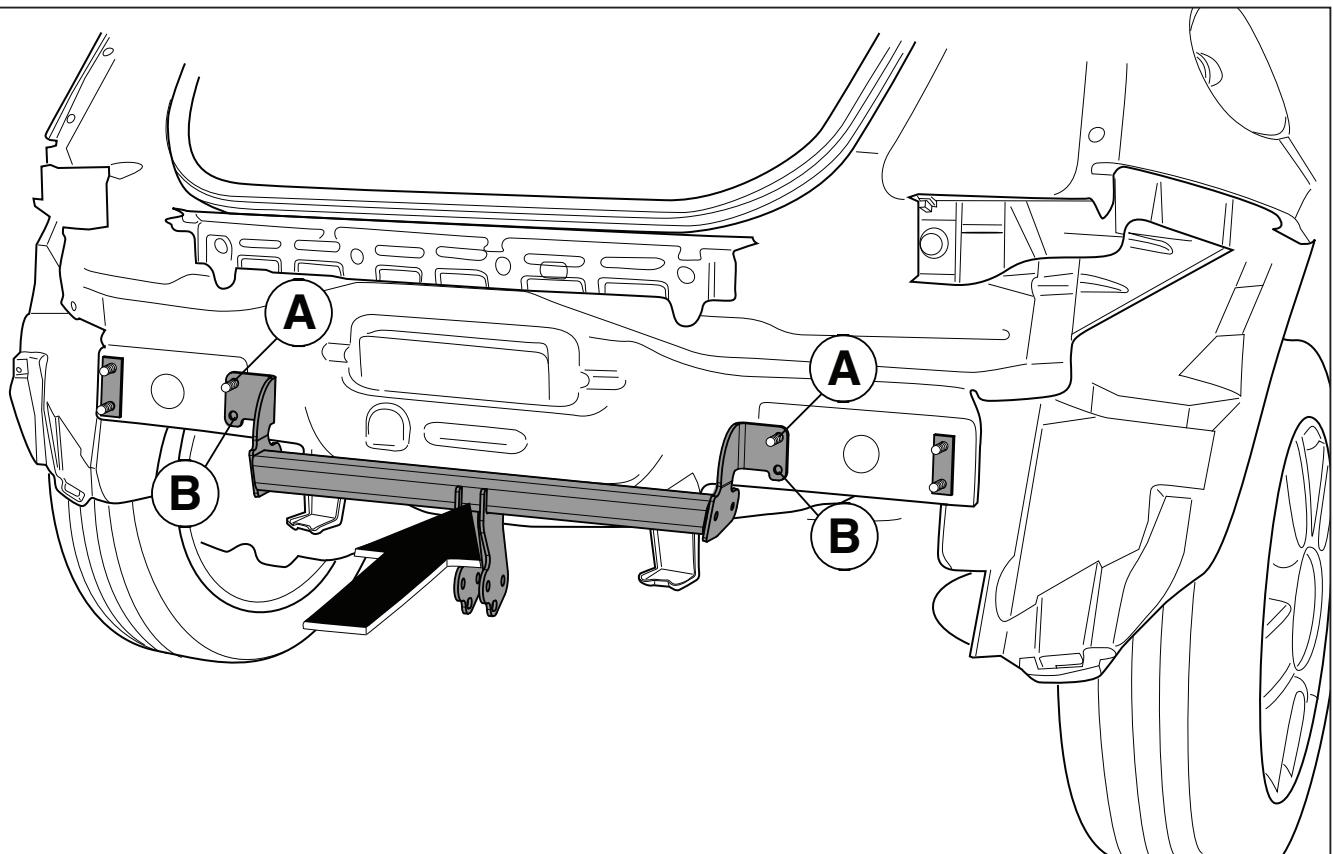

Fig.3
4. Fit the tow bar at points A and B using spacer plates. (See figure 3).
4. Die Anhängervorrichtung einschließlich Füllplatten bei den Punkten A und B montieren. (Siehe Abbildung 3).
4. Fixer l'attache-remordue à l'emplacement des points A et B, y compris les plaquettes de calage. (Voir la figure 3).
4. Monter anhængertrækket ved punkterne A og B inklusiv udfyldningsplader. (Se fig. 3).